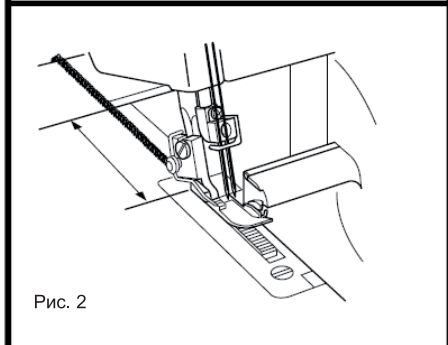

Рис. 2
1. Переведите ручку штифта ширины шва в положение ролевого шва (Рис. 2).
4. Продолжайте удерживать цепочку и нажмите на ножной привод, пока цепочка не составит 5-7 см в длину (Рис. 2).